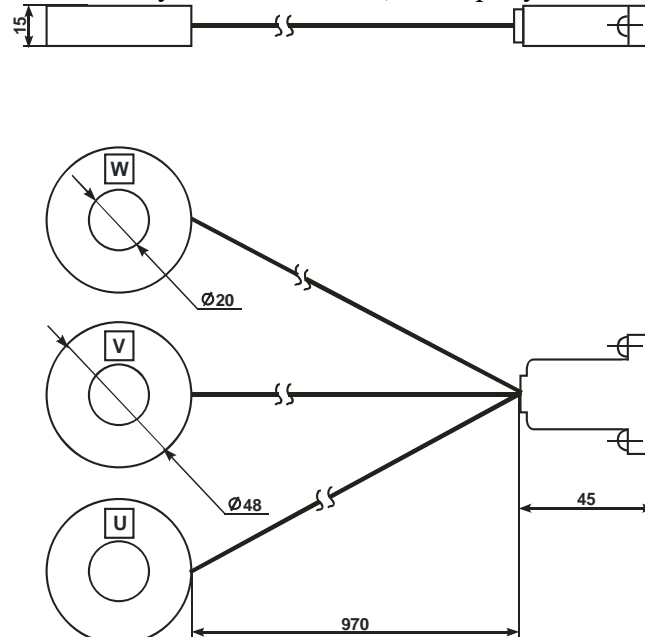

Рисунок 4.2 – Трансформатор тока с разъемом DB9 для подключения
- разъем для подключения токовых трансформаторов (максимальный ток защиты электронного пускателя 200 А, десятикратная перегрузка может достигать значения 2000 А; для измерения токов такой величины в качестве токового трансформатора используется катушка Роговского, позволяющая линейно измерять токи во всем диапазоне действующих значений) – см. рисунок 4.2.